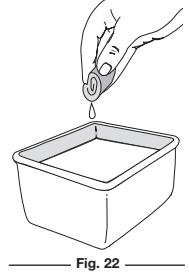

Fig. 22
**REMARQUE :** Mesurez la quantité nécessaire à l'aide de la bouteille et de la buse utilisées lors de la mise en service. 90 ml (3,04 oz) correspond environ au haut de l'étiquette de la bouteille (Fig. 22). Vérifiez le niveau d'huile avec la jauge. S'il est trop bas, ajoutez un peu d'huile par l'orifice et revérifiez (Fig. 21). Ne remplissez pas trop.
- Lavez le filtre dans un mélange d'eau et de détergent (Fig. 22).